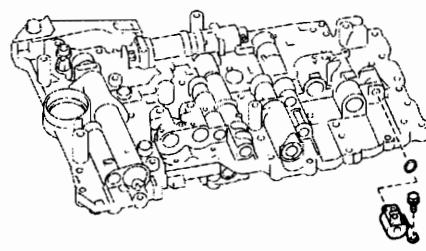

图 12-1-164
(8) 如图 12-1-164 所示, 拆下螺栓和换挡电磁阀 S2, 从换挡电磁阀 S2 上拆下 O 形圈。
- (1) 如图 12-1-164 所示, 将 O 形圈装到换挡电磁阀 S2 上, 安装螺栓和换挡电磁阀 S2, 螺栓的拧紧力矩为 10N·m。